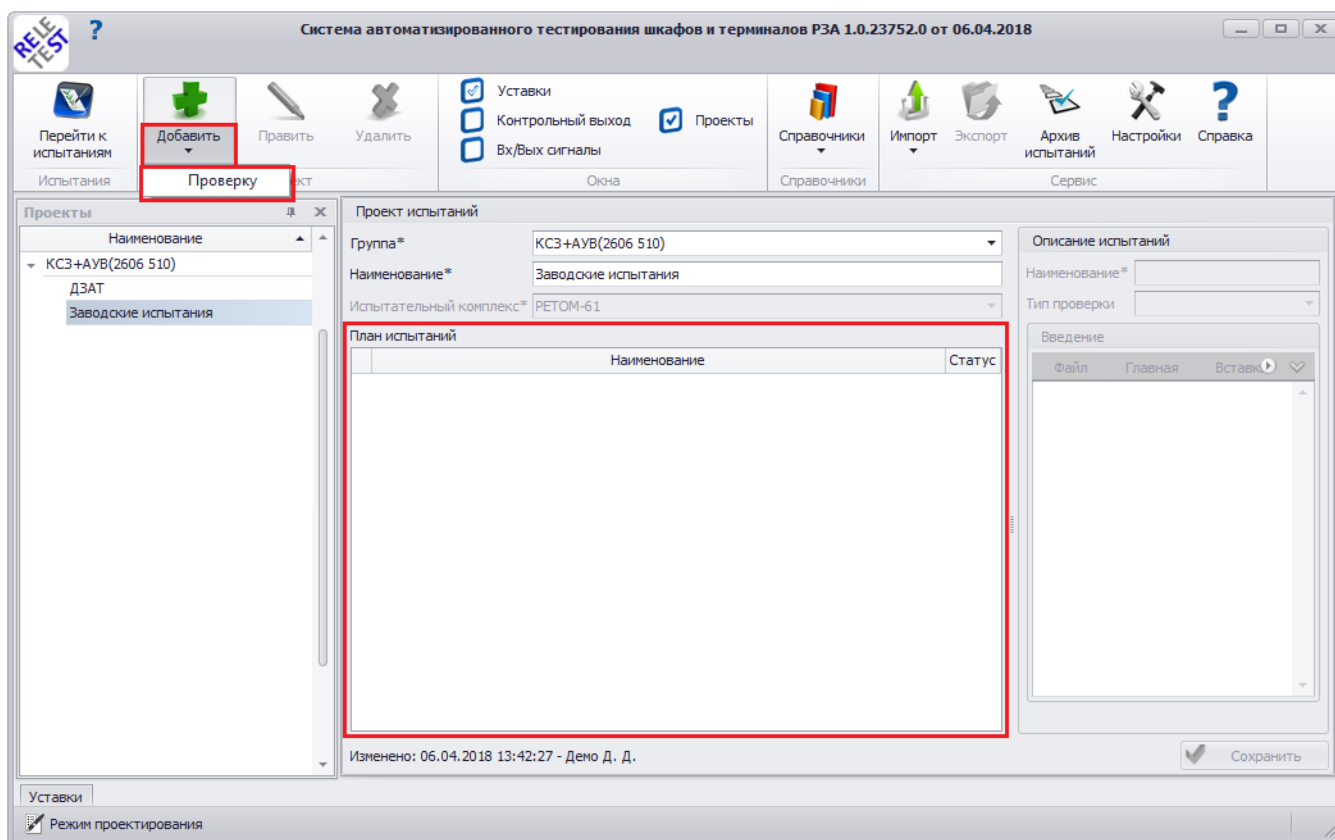

Рисунок 3.132
- установить фокус мыши на таблицу «План испытаний» и нажать на панели управления на кнопку «Добавить» или стрелочку, расположенную ниже кнопки «Добавить» и выбрать из появившегося списка пункт «Проверку» (Рисунок 3.132).